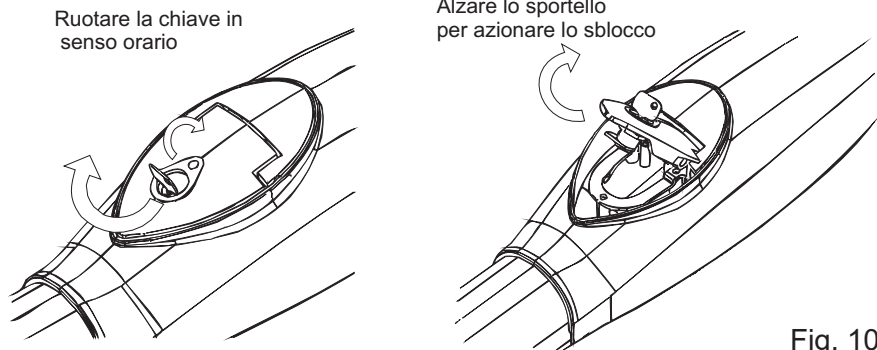

Fig. 10
- Inserire la chiave di sblocco data in dotazione e ruotarla di 90° ( fig. 10)
- 2) Introduza a chave de desbloqueio fornecida com o sistema e rode-a de 90° (fig. 10). Desta maneira, solta-se o sistema de redução interno e torna-se possível realizar a manobra de emergência.